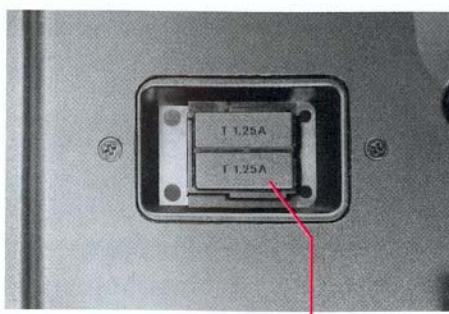

Bild 17
Zum Wechseln der defekten Sicherungen kann der Sicherungshalter (22) herausgezogen werden (Bild 17).
The fuse holder (22) can be pulled out to replace blown fuses (Fig. 17).
Pour remplacer les fusibles défectueux, retirer le porte-fusible (22) (figure 17).